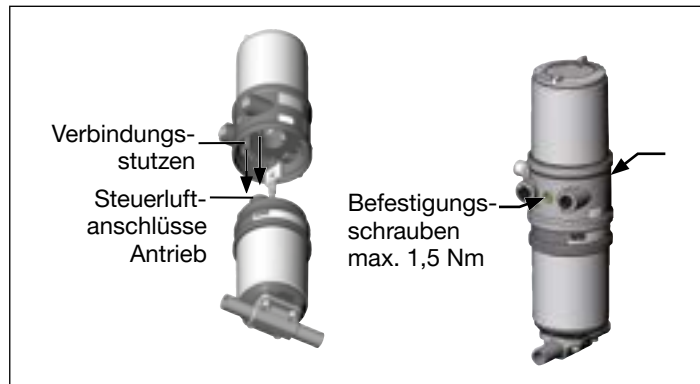

Bild 7: Montage Steuerkopf, Reihe 21xx
2. die Verbindungsstutzen des Steuerkopfs in die Steuerluftanschlüsse des Antriebs (siehe „Bild 7“) hineinfinden.